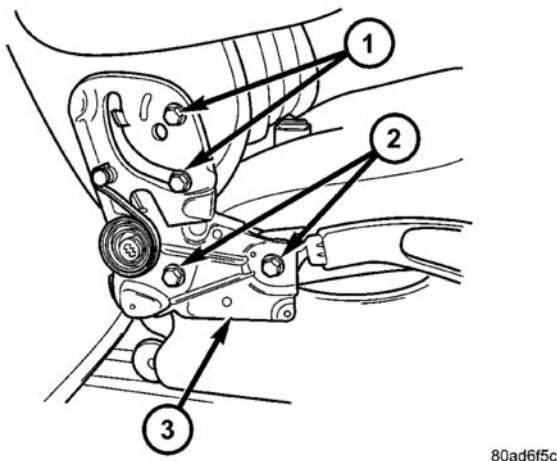

图 38 长条座椅靠背铰链
- （3）拆卸将座椅靠背铰链固定到座垫框的螺栓（图 38）。
（6）安装将座椅靠背铰链固定到座椅靠背框架的带肩螺栓（图 38）。紧固螺母至 $34 \text{ N} \cdot \text{m}$ (25 ft.lbs.) 的扭矩。（参见 23-车身/座椅/长条式座椅靠背-安装）